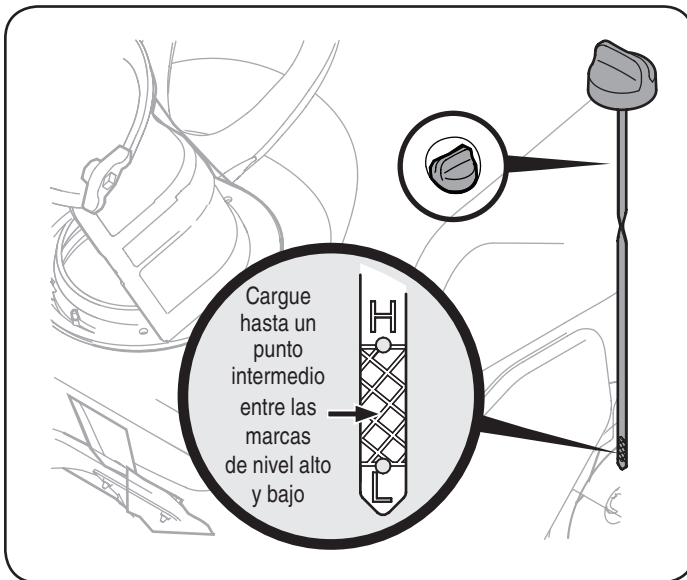

Figura 8
4. Agregue aceite lentamente hasta que el nivel de aceite registre entre alto (H) y bajo (L), Figura 8. Consulte la sección Servicio y Mantenimiento para ver la correcta viscosidad y capacidad de aceite del motor.